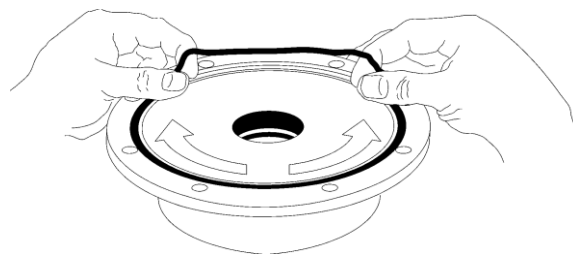

Figura 6 – Instalación de la junta tórica del cabezal
7. Instale una junta tórica nueva del cabezal (72) en la ranura situada en el lado interior de la cara del cabezal (20). Coloque la junta tórica plana y comience a introducirla por un lado de la ranura, estirándola hacia adelante con los dedos, como se muestra en la Figura 6.